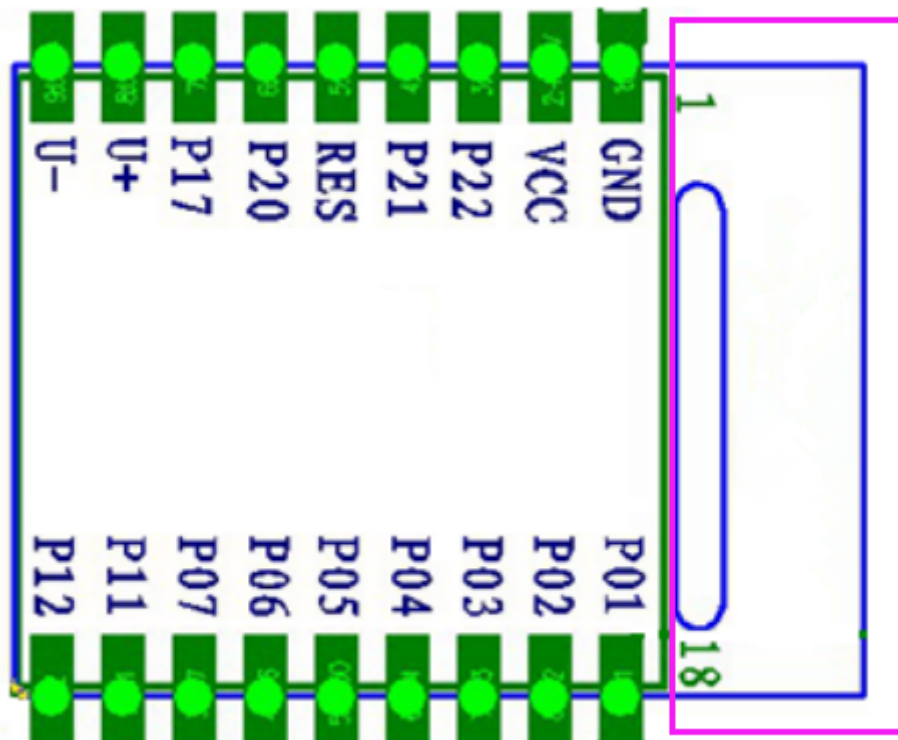

图 3
- 3、最好将图 3 中天线位置紫色方框处挖空，以保证其 S11 受影响很小。